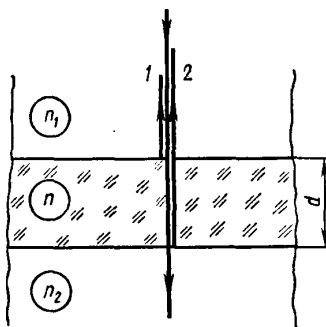

Рис. 30.8
9. Плоскопараллельная стеклянная пластинка толщиной $d=1,2$ мкм и показателем преломления $n=1,5$ помещена между двумя средами с показателями преломления n_1 и n_2 (рис. 30.8). Свет с длиной волны $\lambda=0,6$ мкм падает нормально на пластинку. Определить оптическую разность хода Δ волн 1 и 2, отраженных от верхней и нижней поверхностей пластинки, и указать, усиление или ослабление интенсивности света происходит при интерференции в следующих случаях: 1) $n_1 < n < n_2$; 2) $n_1 > n > n_2$; 3) $n_1 < n > n_2$; 4) $n_1 > n < n_2$.